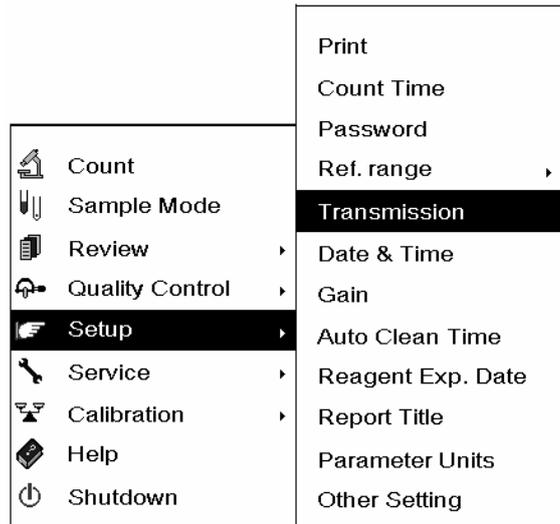
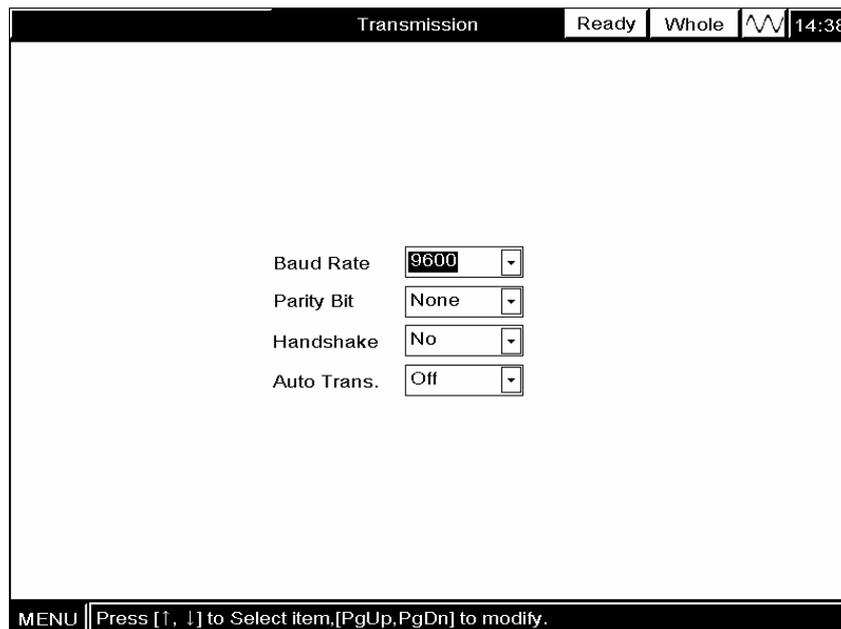

Abbildung 5-17 System-Menü
Abbildung 5-18 "Übertragung"-Anzeige
**WÄHLEN** Sie "Einstellung → Übertragung" **AUS** (Abbildung 5-17), um die "Übertragung"-Anzeige aufzurufen (Abbildung 5-18).